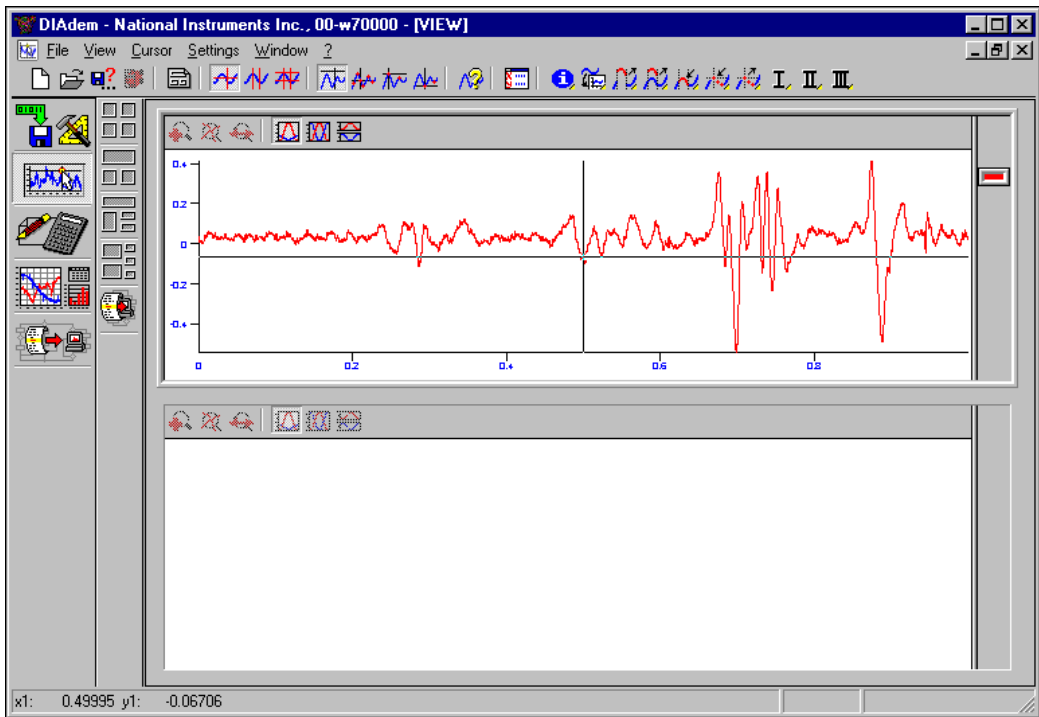

図 4-5 VIEW でデータを表示
7. 両方のダイアログボックスで **OK** を選択すると、以下のようになります (図 4-5)。